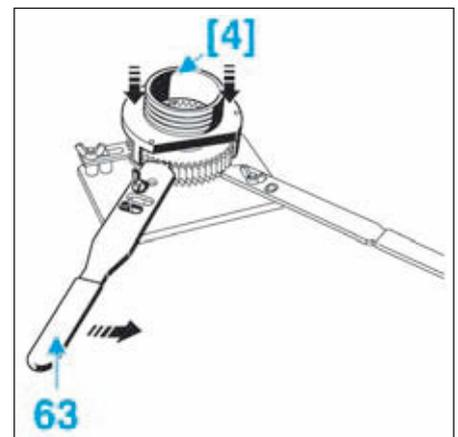

FIG.76
- Vérifier la position correcte des pions (57) et (58). Ils doivent être centrés par rapport aux rainures (59) et (60) sur les leviers (61) et (62).
- Pivoter le levier (63) vers l'intérieur pour aligner les dents du flasque supérieur avec celles du moyeu (Fig.76).